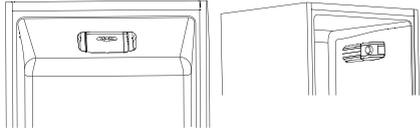

Abb.4
• Die Thermostatgruppe zur Steuerung des Geräts ist im Inneren des Kühlraums untergebracht (Abb. 4). Drehen Sie den Thermostatregler über die Position "0" hinaus. Das Licht ist eingeschaltet, wenn die Kühlbrantür geöffnet ist.